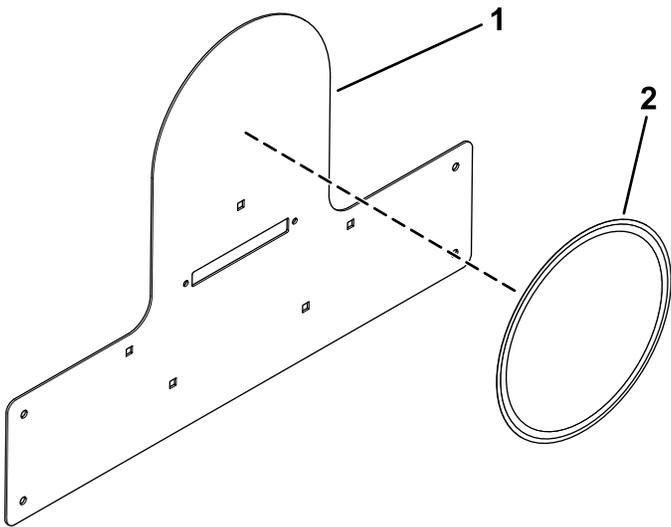

Figura 21
7. Coloque una pegatina de limitación de velocidad en el soporte de la placa de velocidad (Figura 21).